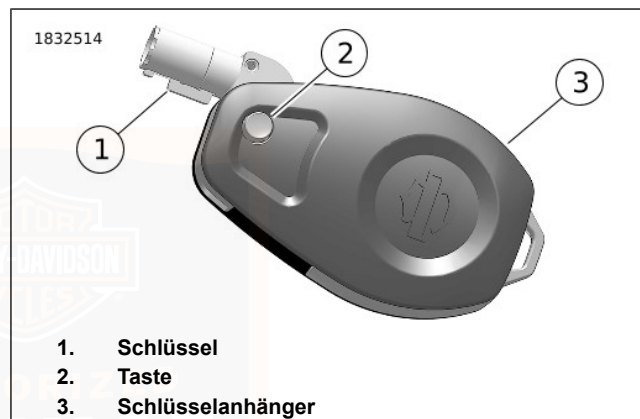

Abbildung 24. Schlüsselbetrieb
Schlüssel ausklappen: Siehe Abbildung 24 . Den Knopf (2) drücken, um den Schlüssel auszuklappen.
1. Siehe Abbildung 24. Die Taste (2) drücken, um den Schlüssel (1) auszuklappen.